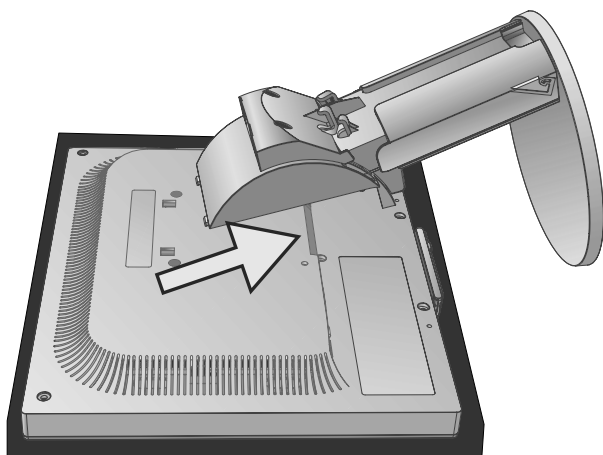

Figura S.3
5. Levante el soporte para soltar los corchetes de la parte superior y retírelo (**figura S.3**).